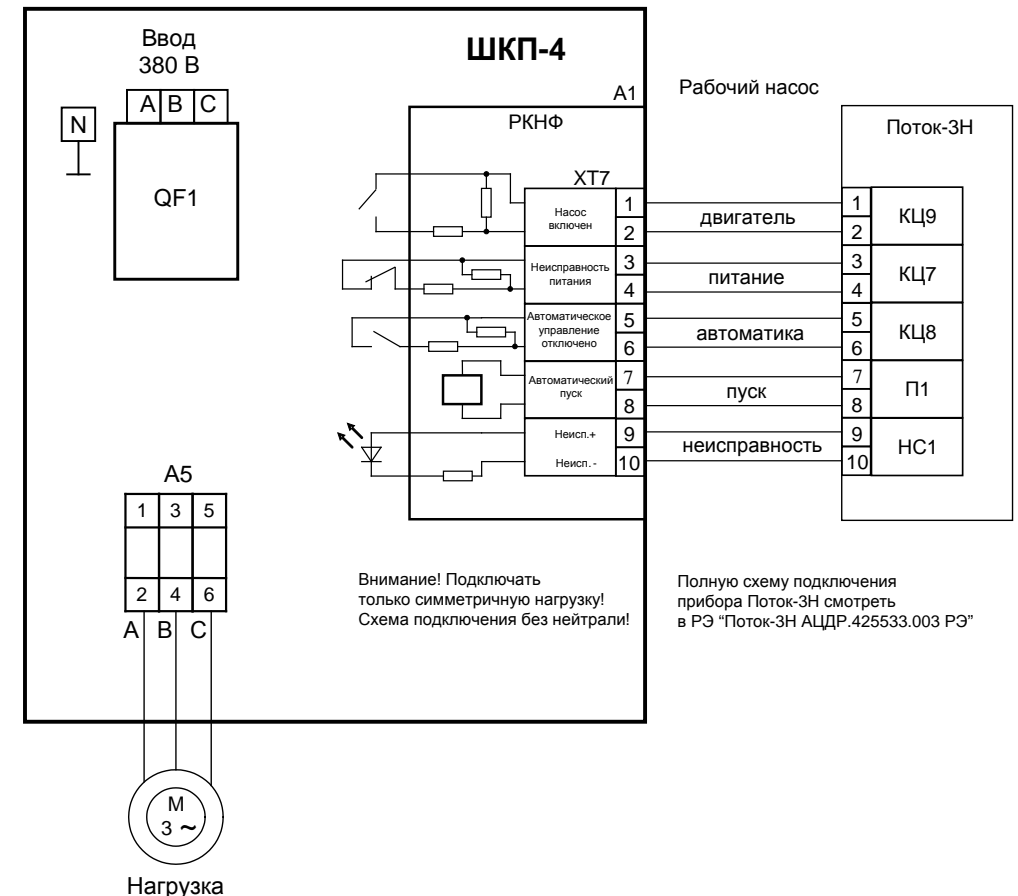

Рисунок 3. Вариант подключения шкафа при эксплуатации с прибором Поток-3Н
- Максимально допустимое отклонение напряжения выставляется потенциометром 2 (см. рис. 3). $\Delta U_{ном}$ определяет одновременно верхний и нижний пороги срабатывания. Таким образом, входное напряжение будет считаться допустимым в диапазоне от $(220 - \Delta U_{ном})$ В до $(220 + \Delta U_{ном})$ В. $\Delta U_{ном}$ может принимать значения от 0 В (крайнее левое положение потенциометра) до 80 В (крайнее правое положение потенциометра).
- Время интегрирования неисправности (время задержки срабатывания) выставляется регулятором 3 (см. рис. 3). t_c определяет время накопления неисправности (восстановления) и может принимать значения от 0 с (крайнее левое положение потенциометра) до 16 с (крайнее правое положение потенциометра).
- 3) подключить к шкафу провода питающего сетевого напряжения, цепей нагрузки и контроля состояния согласно схеме электрической рис. 3;